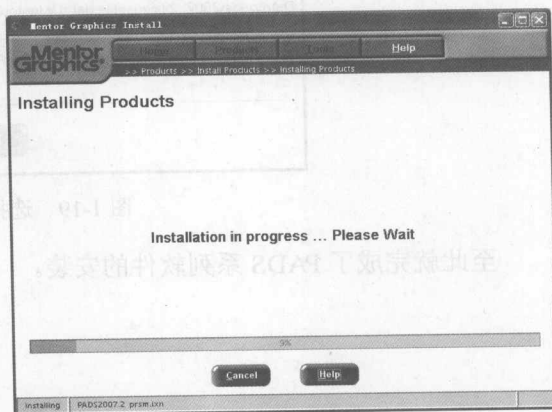

图 1-17 “Installing Products” 窗口
(9) 单击“Install”按钮，弹出如图 1-17 所示窗口，开始安装并显示安装进度。